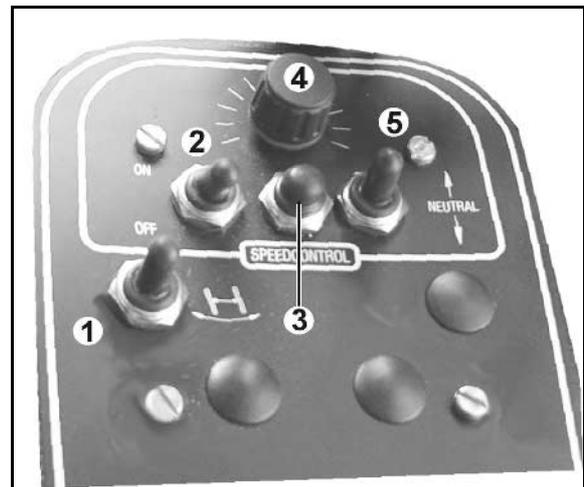
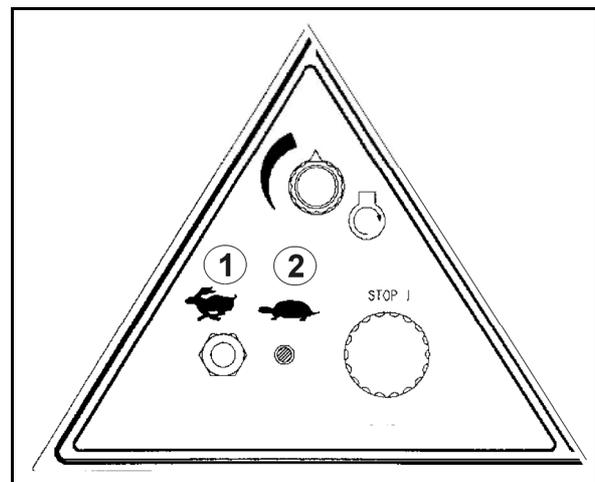

Рис. 32
Рис. 33
Переключатель (Рис. 32/5) нажимайте только на месте (т.е. не в движении):
1. Переключатель (Рис. 32/2) на ВКЛ
2. Вращающуюся рукоятку (Рис. 32/4) проверните до левого упора.
4. С помощью клавиши (Рис. 32/3) включите круизконтроль.
5. С помощью вращающейся ручки (Рис. 32/4) установите скорость.
→ Скорость движения снова будет управляться посредством педали. Максимальная скорость – это скорость, установленная на вращающейся ручке (Рис. 32/4).
2. С помощью клавиши (Рис. 32/3) включите функцию круизконтроля..
На месте установите переключатель (Рис. 32/2) на ВЫКЛ.
- Имеется значительная разница между движением в положении режим «Дорога» (Рис. 33/1) и режим «Поле» (Рис. 33/2) В режиме режим «Поле» имеется возможность ручной регулировки оборотов двигателя с помощью вращающейся ручки (Рис. 32/4) zu regulieren.